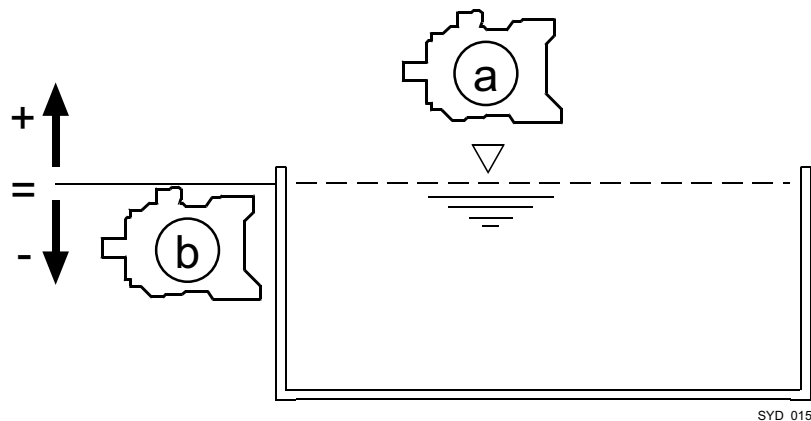
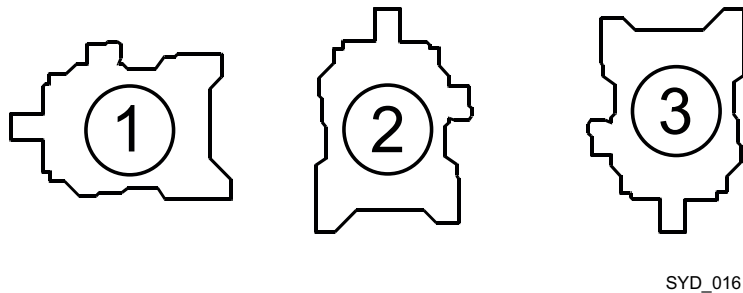

Abb. 22: Einbauposition
Abb. 23: Einbaulagen
**Einbauposition** Folgende Einbaupositionen sind möglich (siehe Abb. 22).
Die in Abbildungen Abb. 22 und Abb. 23 dargestellten Einbaupositionen und Einbaulagen bestimmen die Verlegung von